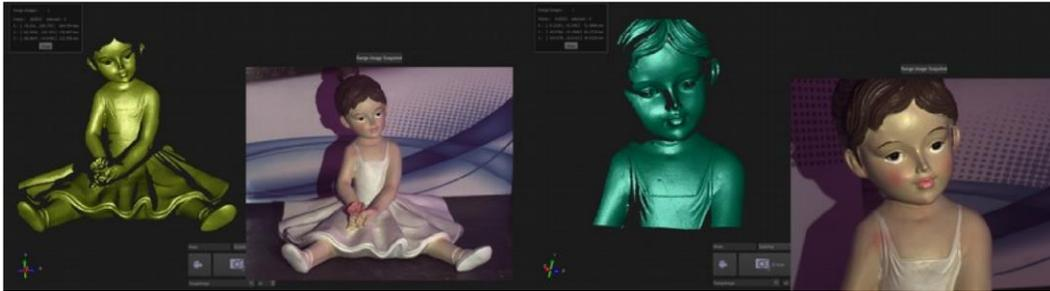
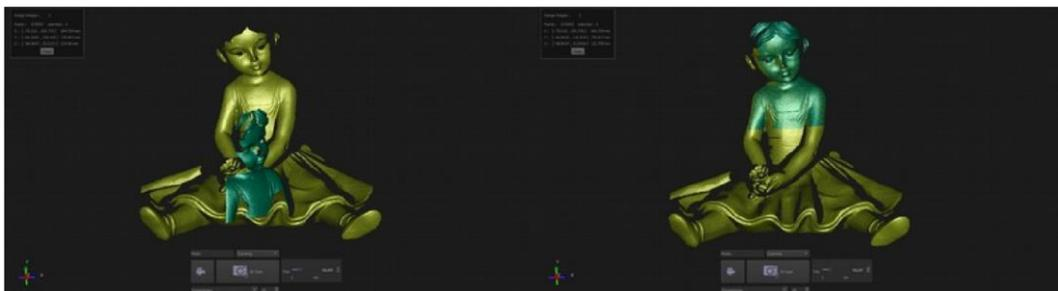

Рисунок 39: 3D-скан с использованием области работы 250x200 мм (left) и 3D-скан с использованием области работы 100x80 мм.
Рисунок 40: выбор 3D-сканов, полученных с различными областями работы, и соответствующее 3D-совмещение.
**СОВЕТ ОТ ПРОФЕССИОНАЛА:** Широкий объект с большим количеством деталей, можно сканировать, используя функции сканирования (Scan) в окне адаптивности, путём установки двух различных областей работы! Часть большего размера объекта можно отцифровать с использованием более широкой области работы. После этого можно установить сканер на область работы с меньшими размерами. После этого, можно сканировать деталь объекта меньшего размера с более высокой разрешающей способностью (см. Рис. 39). Получение изображения того же самого объекта с другой областью работы не препятствует совмещению дальностных изображений (см. Рис. 40).